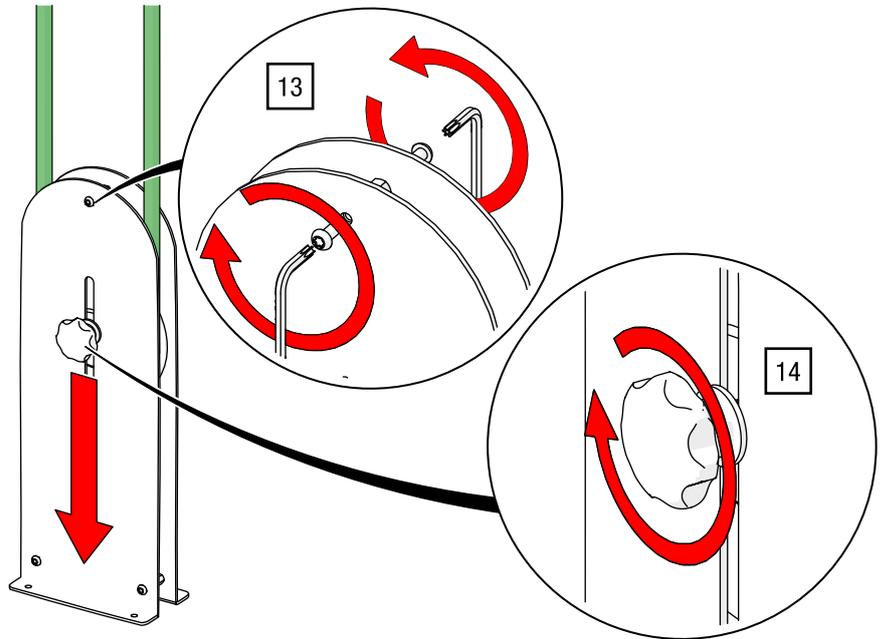

Abb. 121: Manueller Antrieb ROPE-DRIVE – Hanfseilrolle montieren und gespannt anziehen
13. Montieren Sie den Abstandshalter oberhalb der Rolle wieder, indem Sie die zwei Schrauben mit einem TORX®-Schlüssel T40 und 27 Nm anziehen (siehe Abb. 121).
14. Ziehen Sie die Sterngriffe nach unten, bis die gewünschte Seilspannung erreicht ist und fixieren Sie die Sterngriffe (siehe Abb. 121).